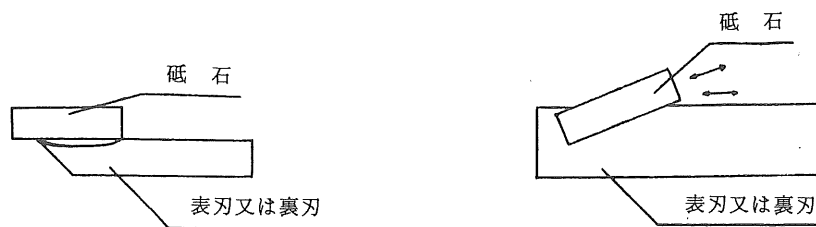

図 1
- 表刃と裏刃を重ねたとき、刃先に口が開かないよう、正確に裏押しをして下さい。 図 1